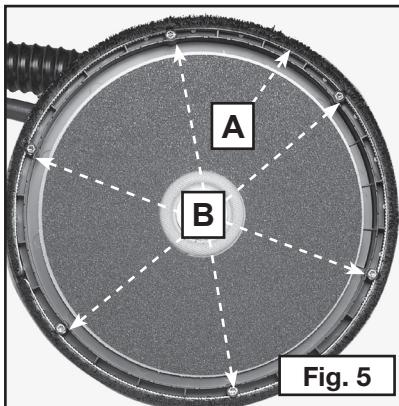

Fig. 5
Una falda de tipo escobilla (A) Fig. 5 rodea el cojín abrasivo en el **Modelo 7800**. Esta falda sirve dos propósitos:
2. Con un destornillador (desarmador) Phillips (de cruz) quite los seis tornillos de retención (B) Fig. 5.